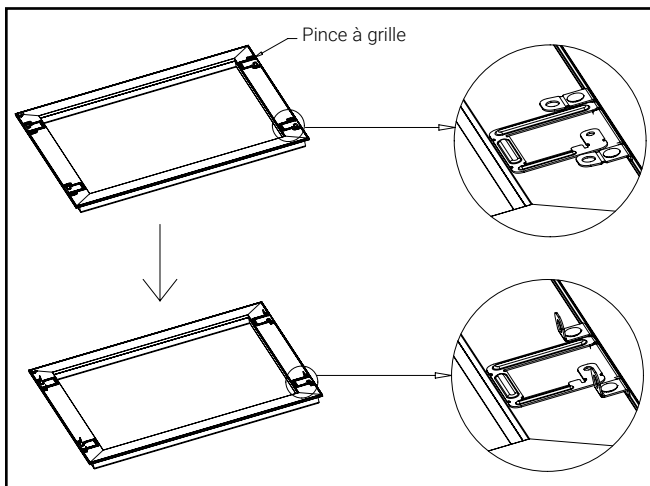

Figure 17.
7. Pliez la pince à grille. Voir la figure 17.